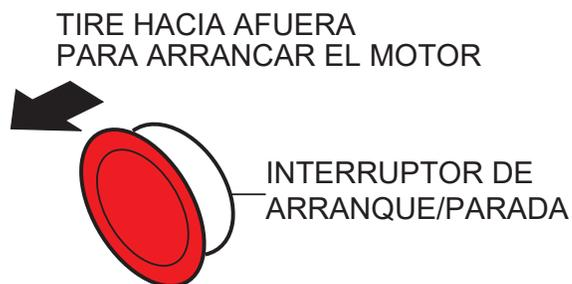

Figura 12. Botón de arranque/parada del motor
5. En la parte trasera del bastidor de la hormigonera hay un botón de **arranque/parada** principal (Figura 12). Tire de este botón hacia afuera para arrancar el motor.